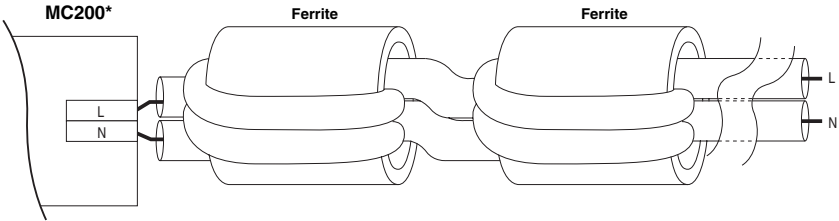

Fig. 4.a
- In caso di utilizzo con valvola E²V, passare i cavi di alimentazione della scheda dentro ad una coppia di ferriti MSFC (cod. CAREL 0907858AXX), in prossimità del morsetto di alimentazione sul MasterCase2 (Fig. 4.a).